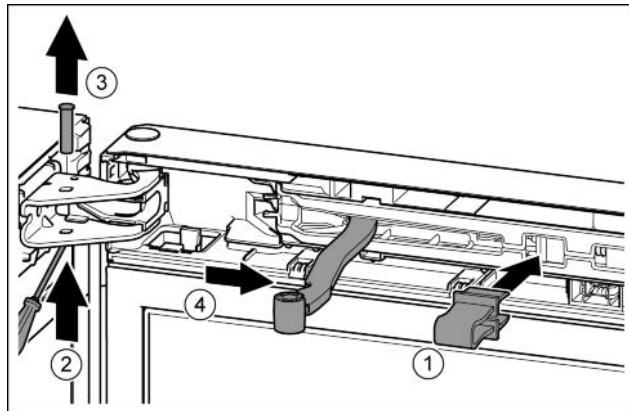

Fig. 7
- Зафиксировать предохранитель в отверстии. Fig. 7 (1)
- Выкрутить палец при помощи отвертки. Fig. 7 (2)
- Извлечь палец движением вверх. Fig. 7 (3)
- Повернуть шарнир в направлении двери. Fig. 7 (4)